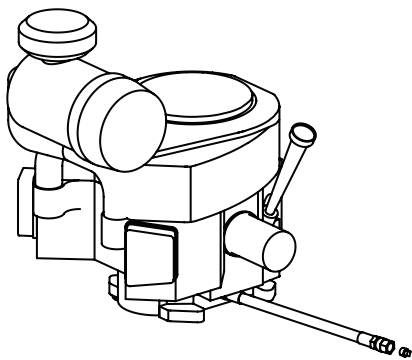

Fig. 21
- Ubique la manguera de drenaje de aceite del motor (Fig. 21).
- Mientras sostiene el extremo libre de la manguera de drenaje de aceite sobre el recipiente de recolección de aceite, desenrosque el tapón de la manguera del extremo de la manguera (Fig. 21). Drene el aceite del motor dentro del recipiente.